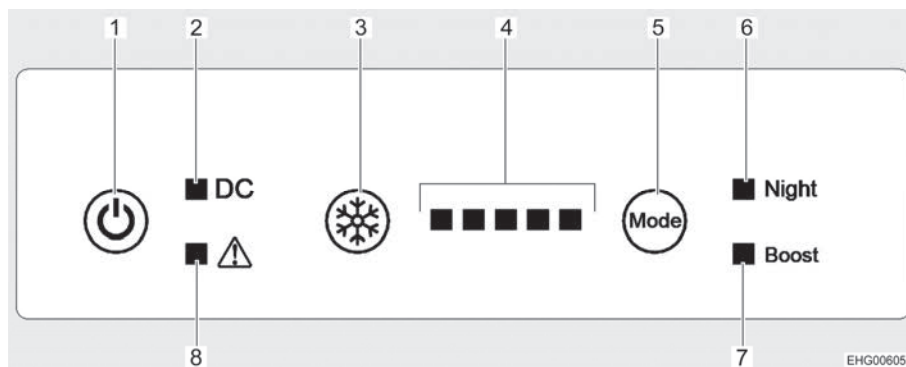

Fig. 132 Elementi di comando (frigorifero)
Accensione: ■ Premere il tasto On/Off (Fig. 132,1) per 1 secondo. Il cicalino suona, tutte le spie di controllo si accendono (test luci) per spegnersi dopo circa 10 secondi. Soltanto la spia di controllo funzionamento (Fig. 132,2) rimane accesa, a indicare che il frigorifero è in funzione. Il compressore si avvia con un breve ritardo.
■ Premere il tasto On/Off (Fig. 132,1) per 10 secondi. Il cicalino suona e tutte le spie di controllo si spengono.
■ Premere il tasto livello refrigerazione (Fig. 132,3) fino a quando viene visualizzato il livello di refrigerazione desiderato. Più sono le spie di controllo (Fig. 132,4) accese, tanto più alta è la potenza refrigerante (e anche il consumo energetico).
■ Premere ripetutamente il tasto modalità di funzionamento (Fig. 132,5) finché la spia di controllo modalità notte (Fig. 132,6) si accende. Il frigorifero funziona adesso in modalità notte.
- Premere ripetutamente il tasto modalità di funzionamento (Fig. 132,5) finché la spia di controllo modalità notte (Fig. 132,6) si spegne. Il frigorifero funziona di nuovo in modalità normale.
- Premere ripetutamente il tasto modalità di funzionamento (Fig. 132,5) finché la spia di controllo modalità boost (Fig. 132,7) si accende. Il frigorifero funziona adesso in modalità boost.
- Premere ripetutamente il tasto modalità di funzionamento (Fig. 132,5) finché la spia di controllo modalità boost (Fig. 132,7) si spegne. Il frigorifero funziona di nuovo in modalità normale.